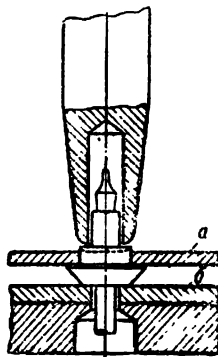

Рис. 164. Закрепление баланса на оси: а — баланс; б — наковальня
9. На рис. 164 показан метод закрепления баланса на оси при помощи пуансона. При насадке на ось баланс устанавливается на стальной наковальне (приложение 1 — II, 11, 12).